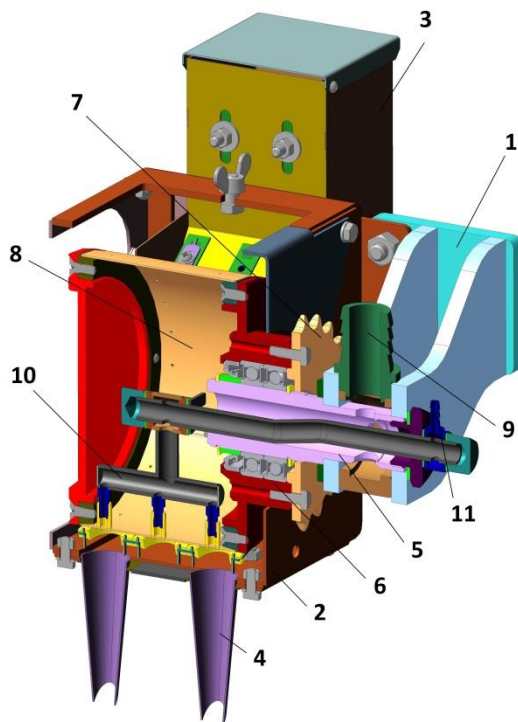

Рисунок 6 – Аппарат высевающий
3.6 Высевающий аппарат (рис. 6) состоит из кронштейна 1, который крепится болтами к корпусу винта высевающей секции, корпуса 2 с загрузочным бункером 3 и трубами 4, оси барабана 5, ступицы 6 со звездочкой 7, к ступице винтами крепится сменный барабан 8. В кронштейне имеется патрубок 9 для подключения вентилятора.